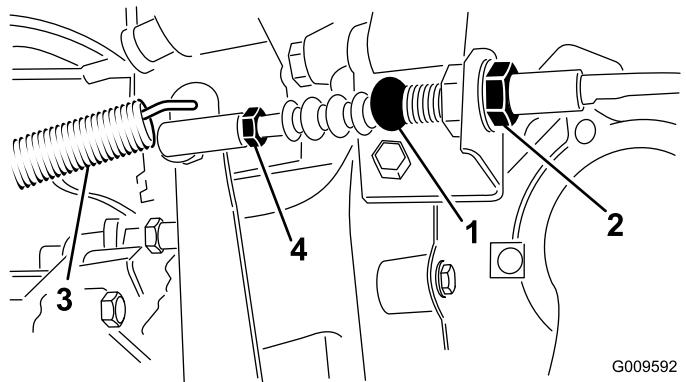

Figura 68
1. Afloje las contratueras que fijan el cable del embrague al soporte de la carcasa (Figura 68).